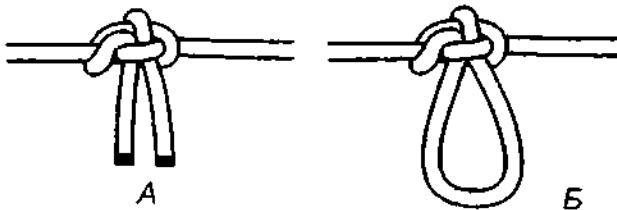

Рис. 780. Крестьянский узел и крестьянская петля.
**Крестьянский узел** – надёжный, крепкий узел неопределённой формы без выраженной симметрии (рис. 780). **Крестьянский узел** тую не затягивается, не ослабляет прочность троса и после любой нагрузки легко развязывается.